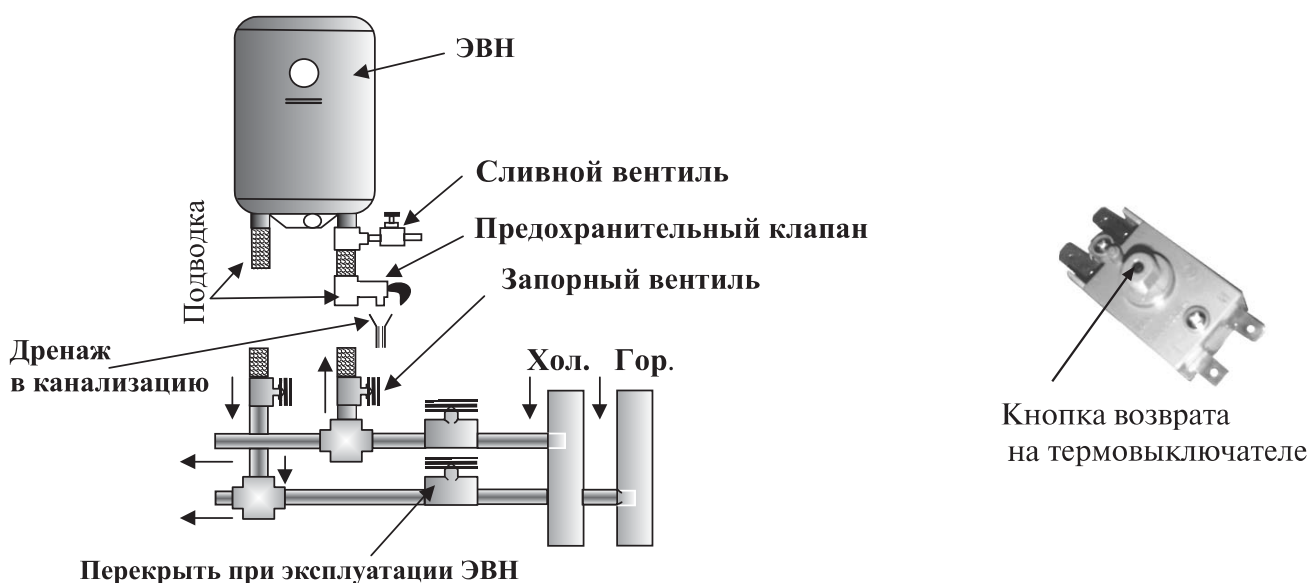

Рис. 1. Схема подключения ЭВН к водопроводу
6.3. При срабатывании датчика термовыключателя прекращается подача электроэнергии к ТЭНу. Для возврата ЭВН в рабочее состояние необходимо нажать кнопку (рис.1) до щелчка. Для доступа к термовыключателю в моделях 30л – 50л нужно снять нижнюю крышку ЭВН, а в моделях 5л – 15л - верхнюю.
7.2. Подключение к системе водоснабжения (рис. 1).
Для проведения ТО и удобства слива воды из ЭВН необходимо предусмотреть установку сливного вентиля в соответствии с рис. 1.